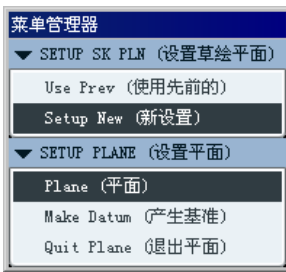
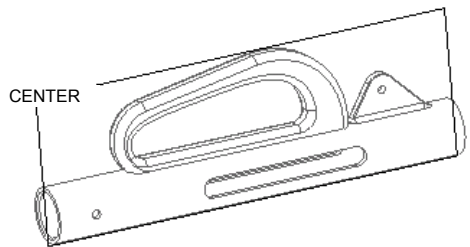

图 9.3.11 “设置草绘平面”菜单
图 9.3.12 选取草绘平面
(1) 定义草绘平面: 在图 9.3.11 所示的 **SETUP SK PLN (设置草绘平面)** 菜单中, 选择 **Setup New (新设置)** → **Plane (平面)** 命令, 然后选取模型中的 CENTER 基准平面, 如图 9.3.12 所示。